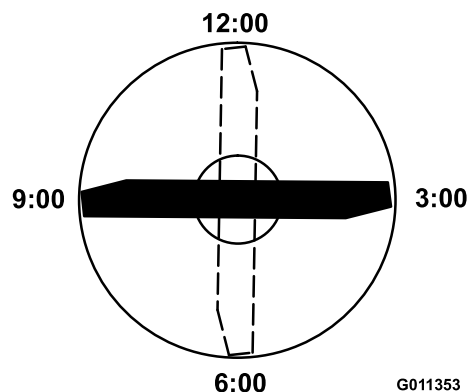

Figure 96
4. Positionnez le tranchant de l'extrémité marquée à la position 12 heures (droit devant dans la direction de la tonte) (Figure 96) et mesurez la hauteur de la surface plane au tranchant de la lame.
5. Tournez l'extrémité marquée de la lame aux positions 3 et 9 heures (Figure 96) et mesurez les hauteurs respectives.